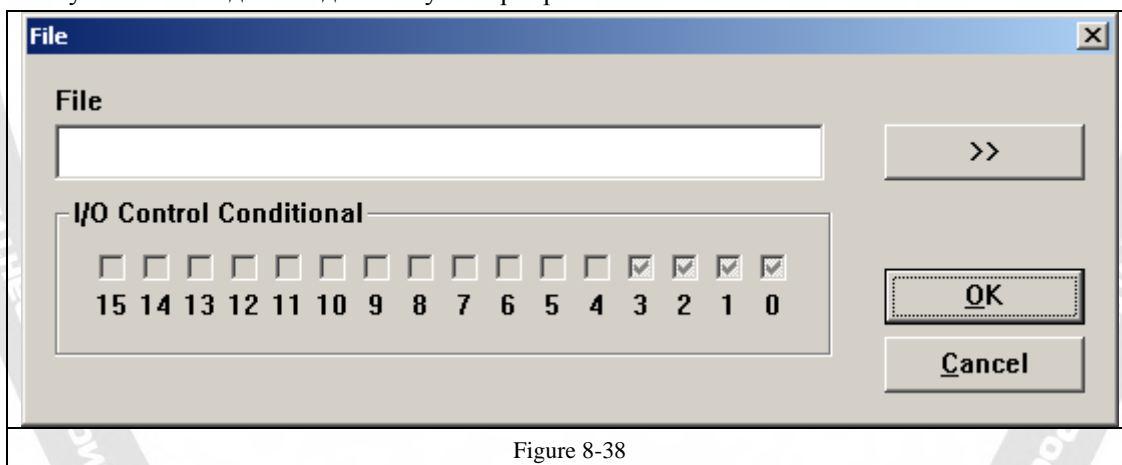

Figure 8-38
**Add (добавить):** добавление файлов .ezd. После нажатия кнопки «add» появляется окно диалога, показанное на Рис. 8-38. При установке для файлов условного управления вводом/выводом производится автоматическая маркировка файлов при поступлении на плату сигнала ввода/вывода в статусе маркировки.
Если приемлемый для программы сигнал должен быть импульсным, необходимо установить порт ввода/вывода (IO), не показанный на Рис. 8-38, в сигналах IO запуска маркировки. Например, порт 0-3, показанный на Рис. 8-38, должен быть изменен установкой другого порта в условиях IO начала маркировки, а именно: порта 6. Нажмите «маркировку», появится окно, Рис. 8-41. В случае одновременного принятия платой сигнала ввода/вывода (IO) начала маркировки и установленных условий управления вводом/выводом (IO) файлы будут промаркированы только один раз.